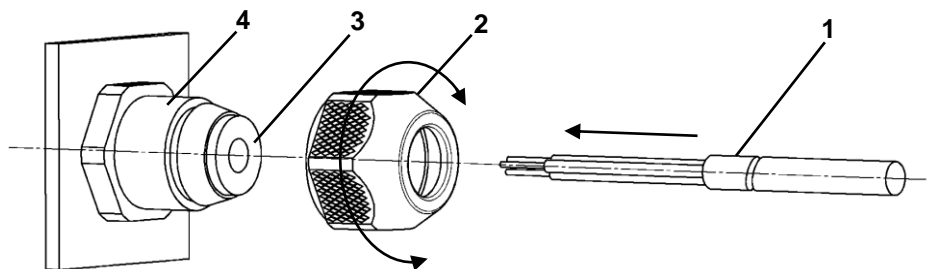

Abbildung 8: Anschluss PG-/Kabelverschraubung
- Führen Sie die Anschlussleitung Pos. 1 durch die Überwurfmutter Pos. 2, die Formdichtung Pos. 3 und den Zwischenstutzen Pos. 4 (Abb. 8).